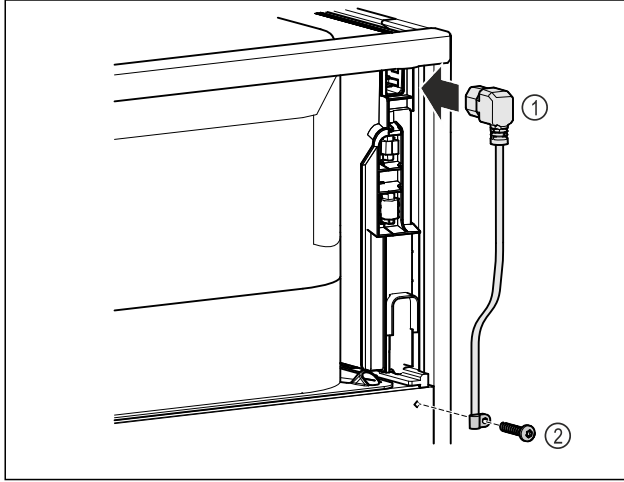

Fig. 9
- ▶ 插上冰箱背面电源线的冰箱插座 Fig. 9 (1)。
- ▶ 安装张力释放线扣。 Fig. 9 (2)